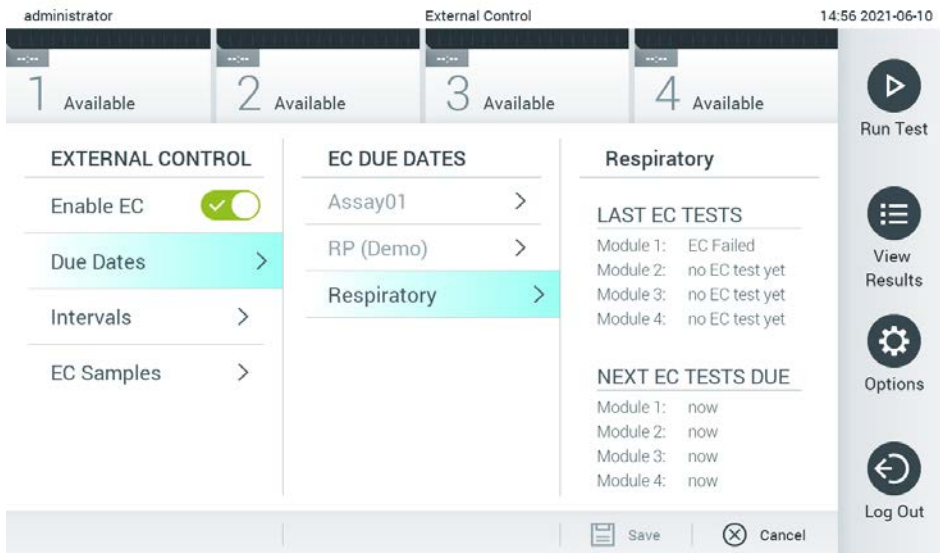

Figura 51. Ecranul External Control Due Dates (Date scadente substanțe de control externe).
3. Selectați **Due Dates** (Date scadente), apoi un test din listă pentru a vedea când a fost efectuată ultima testare a substanței de control externe, pe test și pe modul analitic, precum și data de scadență a următoarei testări a substanței de control externe (Figura 51, pagina următoare).